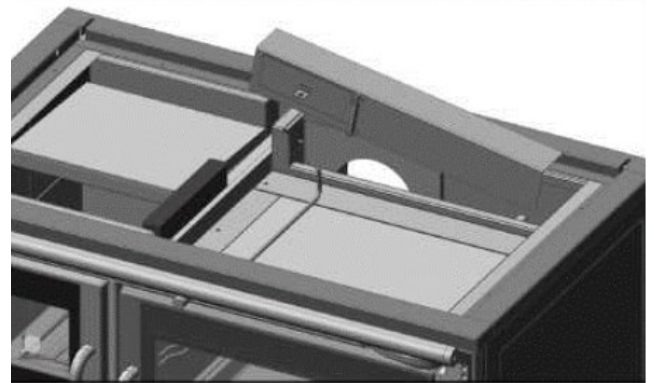

ABB. 23
3. Die Zugangsabdeckung zum Kamin wird zusammen mit dem Direktzugventil nach oben herausgenommen (Abb. 23).